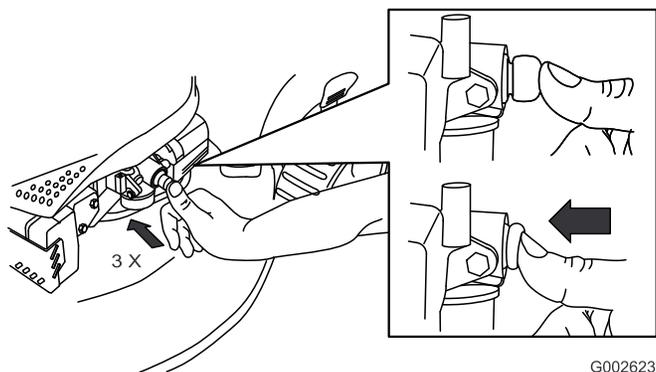

Figure 21
2. Appuyez fermement à 3 reprises sur l'amorçeur avec le pouce, en marquant une pause d'une seconde chaque fois (Figure 21).